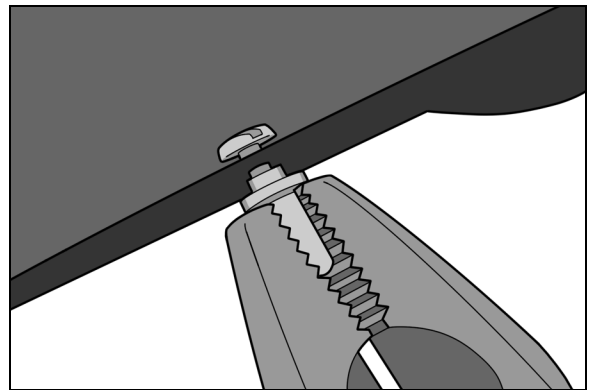

Figure 2
2. À l'aide de la pince plate, saisir la broche BoS 2.1 sur les côtés plats et tirer vers le bas pour la retirer. (Figure 2).